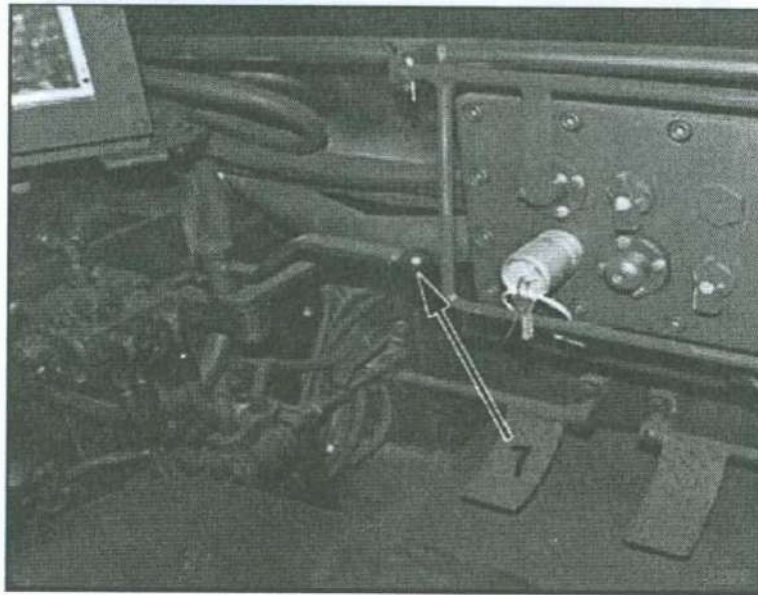

Figura 7. Dirección del Shuttle Car.
El Shuttle Coal Hauler se maniobra moviendo la palanca de dirección (7) hacia el frente y hacia atrás del operador (Ver figura 7).